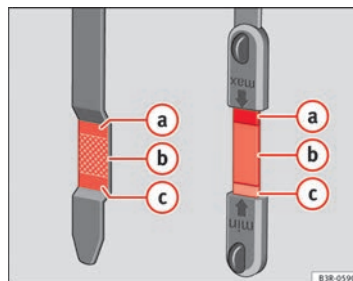

Fig. 180 Zonas marcadas en la varilla de medición de aceite
- A continuación, vuelva a extraerla y compruebe el nivel de aceite ⇒ fig. 180. En caso necesario, reponga aceite del motor ⇒ página 248.